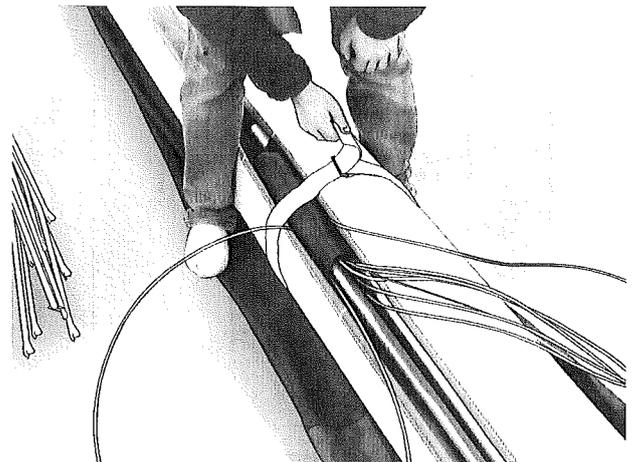

Abb.26
15. Legen Sie die Trapezrohre zusammen und ziehen Sie die Schutztasche auf. Machen sie den Klettband auf, Ziehen sie die Unterverspannungsseile durch die Trapezrohre nach vorne aus und legen Sie die Trapezrohre zwischen Flügelrohre auf dem Kielrohr. Machen sie das Klettband wieder zu (Abb.26).